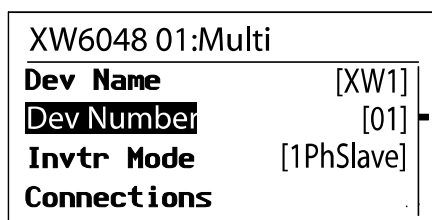

Рис. 3-6 Настройка номера устройства
2. В меню Multi-Unit Config (Конфигурация системы с несколькими устройствами) выберите пункт Dev Number (Номер устройства). См. Рис. 3-6.